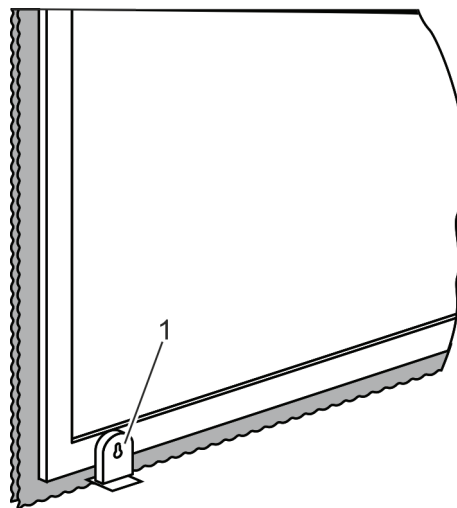

Рис. 30 Напольное блокировочное устройство
4. Разблокировать створку с напольным блокировочным устройством (рис. 30/1). Разблокировать цилиндр замка (рис. 30), повернув его на два полных оборота.